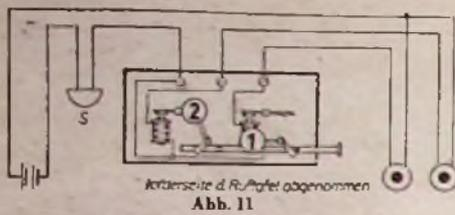
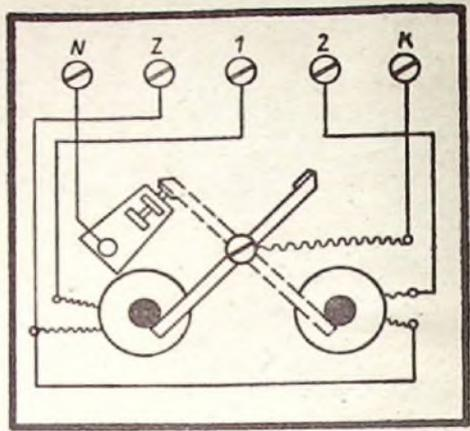

Abb. 11
Abb. 14
Wecker über kleine Elektromagnete in der Ruftafel. Dadurch zieht der entsprechende Elektromagnet den Anker an und gibt eine Sperrnase frei, die so eine Klappe herunterfallen läßt und nun an einem Fenster sichtbar wird. Das Schildchen ist meist mit einer Nummer oder einem Zeichen versehen, der die Stelle kenntlich macht, die das Signal gegeben hat. (Abbildung 11.) Mittels Drücker oder Zug kann die Klappe zurückgestellt werden. Der Vorteil dieser Ruftafelanlage liegt zweifellos darin, daß man nach dem Erönen des Weckers, zum Beispiel bei kurzer Abwesenheit, feststellen kann, von welcher Stelle aus das Signal gegeben wurde.
Betrieb gesetzt. Die Innenschaltung des Relais (R) mit elektrischer Abstufung geht aus Abbildung 14 hervor. Das Relais besteht lediglich aus Stromwechsellapen mit Kontakt. Der zweite Wecker (W2) ist so eingebaut wie die Wecker in Abbildung 11 und 12. Das Signal von W2 ertönt nur, solange auf den Taster (T) gedrückt wird.